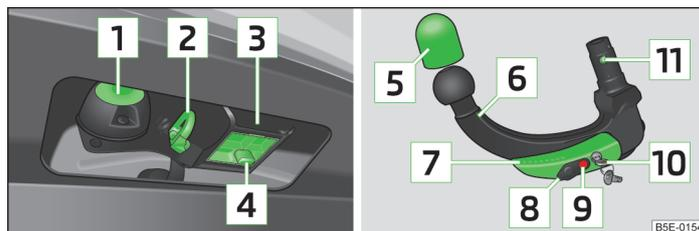

Fig. 137 Presa del dispositivo di traino / Testa sferica
- Tirare verso il basso il cappuccio **4** » fig. 137 a pagina 169.
- Inserire il cappuccio **4** » fig. 137 a pagina 169 sul pozzetto di alloggiamento.